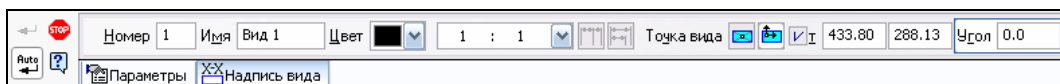

Рис. 2.24. Панель свойств в режиме создания нового вида
- ◆ из строки меню вызовите команду **Вставка ► Вид**. Форма курсора изменится на изображение координатных осей. На Панели свойств появятся две вкладки: **Параметры** и **Надпись вида** (рис. 2.24);